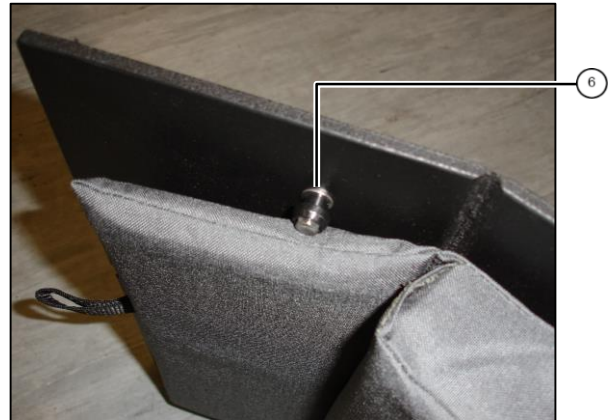

Abb.2: Einzelsitz
4. 2 Haltebolzen ⑥ mit Senkkopfschrauben M5x20, U-Scheiben M8, U-Scheiben M5 und Hutmuttern an Einzelsitz befestigen (Abb. 2).